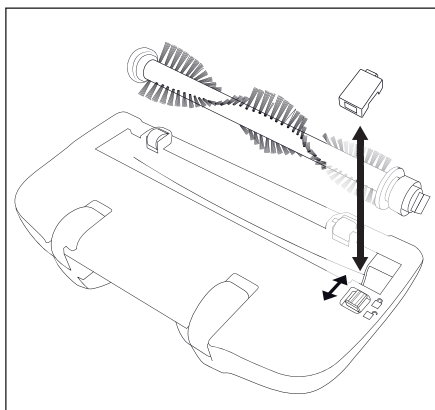

Fig. 5
- 2) Împingeți piedica plăcii de acoperire în direcția simbolului  și scoateți placa de acoperire (fig. 5).
- 7) Introduceți la loc placa de acoperire până se cuplează. Placa de acoperire se blochează prin împingerea automată a piedicii în direcția simbolului  (fig. 5).